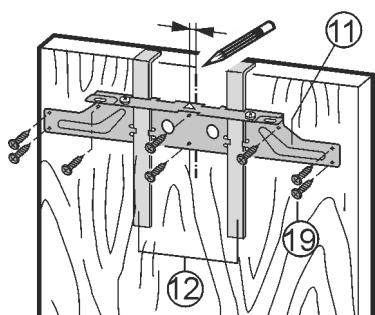

Fig. 19
- Aligner la traverse de fixation Fig. 19 (11) sur le milieu de la porte.
- Bourrelet à gauche : Déplacer la traverse de fixation Fig. 19 (11) 1/4 (6 mm) à gauche.
- Bourrelet à droite : Déplacer la traverse de fixation Fig. 19 (11) 1/4 (6 mm) à droite.